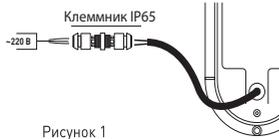

Рисунок 1
3.3.2. Этот провод необходимо подключить к проводу источника питания с помощью клеммника в соответствии со схемой, изображенной на рис.1;